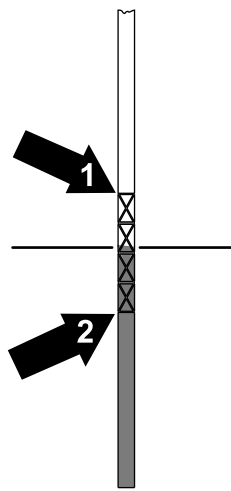

Bild 60
5. Nehmen Sie den Peilstabdeckel heraus und prüfen Sie den Ölstand (Bild 60).
6. Liegt der Hydraulikölstand unter der entsprechenden unteren Markierung am Ölpeilstab, füllen Sie das angegebene Hydrauliköl in den Hydraulikölbehälter nach. Stecken Sie den Peilstabdeckel in den Hydraulikölbehälter und wiederholen Sie die Schritte 3 bis 5, bis der Ölstand zwischen der oberen und unteren Markierung (Bild 60) am Ölpeilstab liegt.